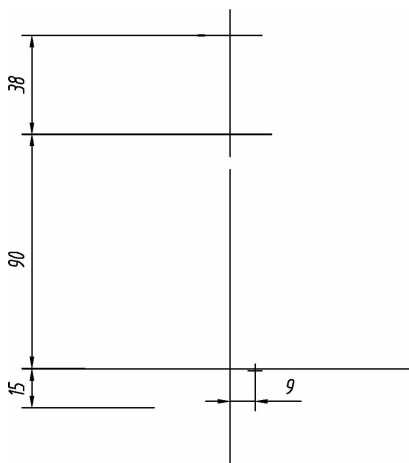

图 3-10 中心线图
- (1) 建立相应图层和样式等。
- (2) 根据所给的尺寸画出中心线,如图 3-10 所示。